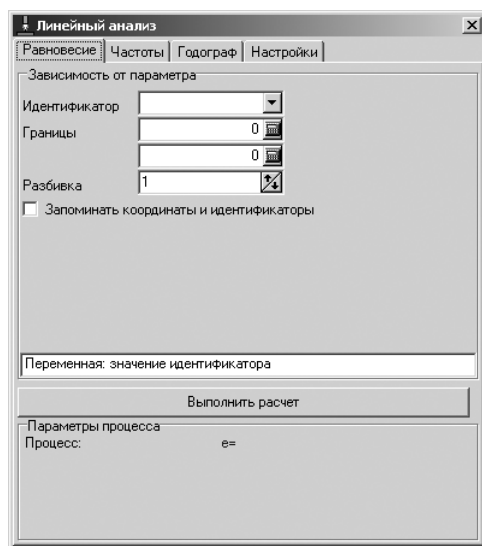

Рис. 2.108. Диалоговое окно **Линейный анализ** с открытой вкладкой **Равновесие**
Во всех трех случаях система перейдет в режим линейного анализа. Появится диалоговое окно **Линейный анализ**, см. рис. 2.108.
Во всех трех случаях система перейдет в режим линейного анализа. Появится диалоговое окно **Линейный анализ** (см. рис. 2.108).
- щелкните в диалоговом окне **Линейный анализ** по вкладке **Равновесие**, если она не открыта. Откроется соответствующая вкладка (см. рис. 2.108);